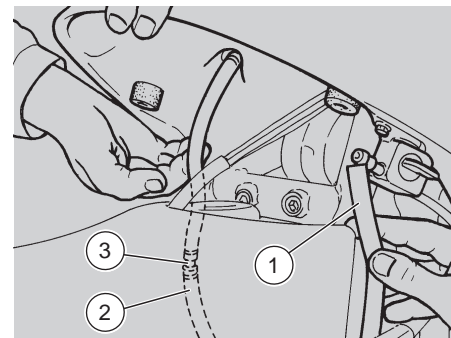

Fig. 38
- ◆ Togliere il tubo benzina (1 Fig. 38).
- ◆ Scollegare il tubo di sfiato della benzina (2 Fig. 38) nel punto di raccordo (3 - Fig. 38).